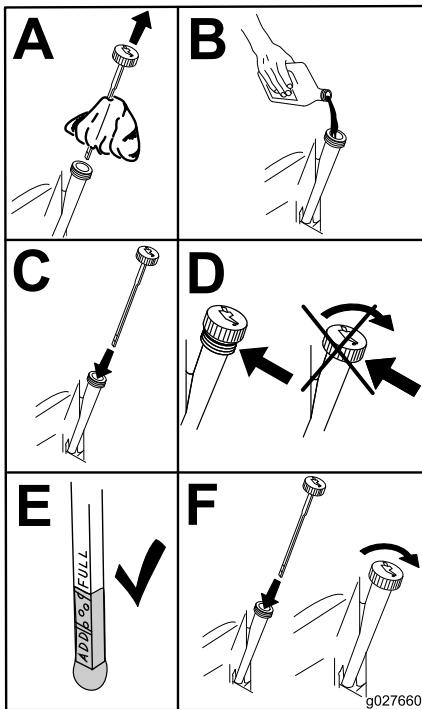

Figura 56
5. Deite cerca de 80% do óleo especificado no tubo de enchimento e adicione lentamente o óleo adicional para atingir a marca **Cheio** (Figura 56).